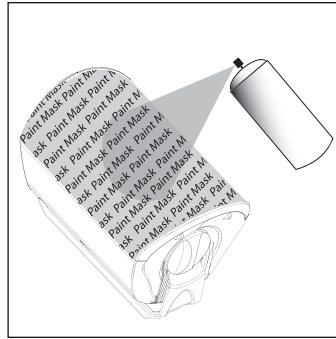

FIGURA 8: Después de aplicar la capa base, aplique capas delgadas del color de acabado.
2. Aplique el color del acabado sólo cuando la base esté completamente seca [figura 8].